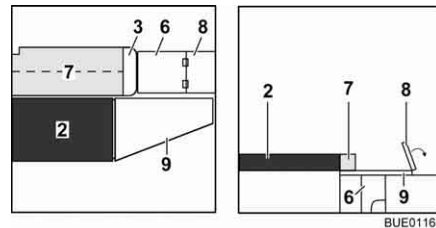

Fig. 125 Durante la trasformazione
- Estrarre la prolunga del cassone letto (Fig. 125,6).
- Ribaltare la prolunga della piastra del sedile (Fig. 125,8) verso l'esterno.
- Aprire il cuscino aggiuntivo (Fig. 125,7) e collocarlo sul tavolo.
- Agganciare l'allargamento letto (Fig. 125,9) negli alloggiamenti sulle casapanche.